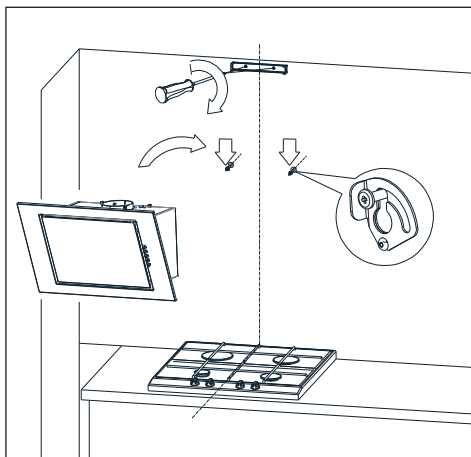

Fig.12 Campana colgando
3. Atornillar el elemento de fijación del cuerpo de la chimenea, colgar la campana en dos tornillos no apretados (Fig. 12).